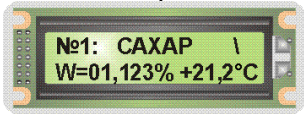

Рис. 9.1. Вид ЖКИ БУК в основном режиме (режиме «Измерение»)
- нажать кнопку «ВВОД», подтвердив сделанный выбор, при этом влагомер перейдет в ОСНОВНОЙ РЕЖИМ (см. рис. 9.1).
перевести влагомер в ОСНОВНОЙ РЕЖИМ, нажав кнопку “ОТМ” (вид ЖКИ БУК приведен на рис. 9.1).
- ввести с клавиатуры требуемое количество циклов измерения (изготовитель рекомендует  $N = 3$ ). Подтвердить введённое значение времени нажатием кнопки «ВВОД», после чего влагомер возвращается в основное меню режима «Градуировка» (рис. 9.4); перевести влагомер в ОСНОВНОЙ РЕЖИМ, нажав кнопку «ОТМ» (вид ЖКИ БУК приведен на рис. 9.1).